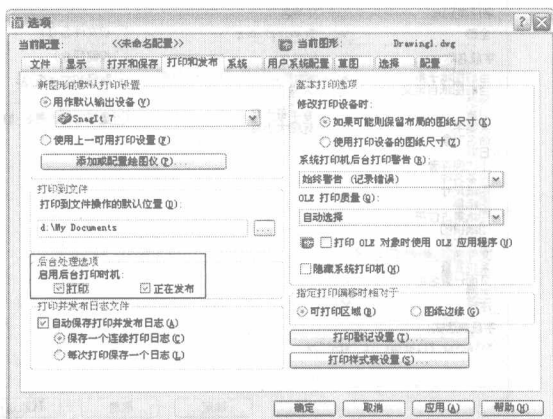

图 0-2-1 “选项”对话框
(1) 发布和打印图纸集: 使用“图纸集”管理器, 可以轻松打印图纸集中的任意图纸, 还可以将这些图纸进行批次发布打印。
(2) 发布电子图纸集: 用户可以用 Web 电子图形格式 (DWF), 发布电子版本的图纸集, 给任何客户或要检查设置的人。
(3) 后台打印: 使用后台作业功能, 可以在发布或打印作业的同时, 对图形进行其他操作。默认情况下, 在打印图形时关闭后台打印, 而在发布电子图集时, 打开后台打印。用户可在“选项”对话框的“打印和发布”选项卡中, 启用或关闭后台打印, 如图 0-2-1 所示。